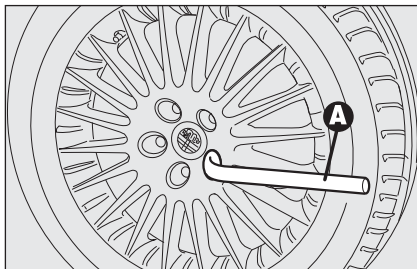

fig. 5
- en utilisant la clé en dotation **A-fig. 5** dévisser d'environ un tour les boulons de fixation; pour les voitures équipées de jantes en alliage, secouer la voiture pour faciliter le détachement de la jante du moyeu de la roue;